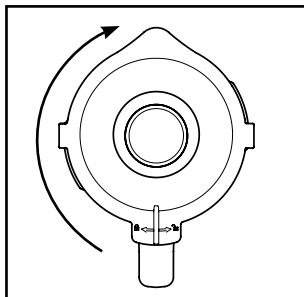

Fig. 2
- 4) Volte a colocar a tampa ❷ desalinhada no copo misturador ❸ e pressione-a firmemente. Feche a tampa ❷, rodando-a no sentido dos ponteiros do relógio, para a posição ❹, até ela encaixar de forma audível (ver fig. 2). Verifique se o bico de esvaziamento no copo misturador ❸ está fechado. O motor só pode arrancar quando a tampa ❷ estiver corretamente alinhada.